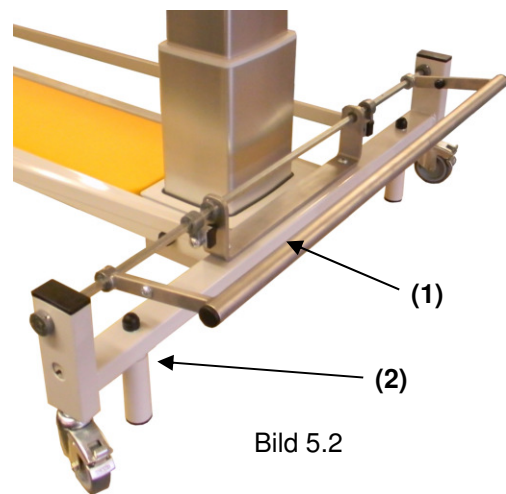

Bild 5.2
Die Betätigung der Trittstange nach oben stellt die Behandlungsliege auf Standfüße (2) somit steht das Gerät fest auf dem Boden. (Bild 5.2)